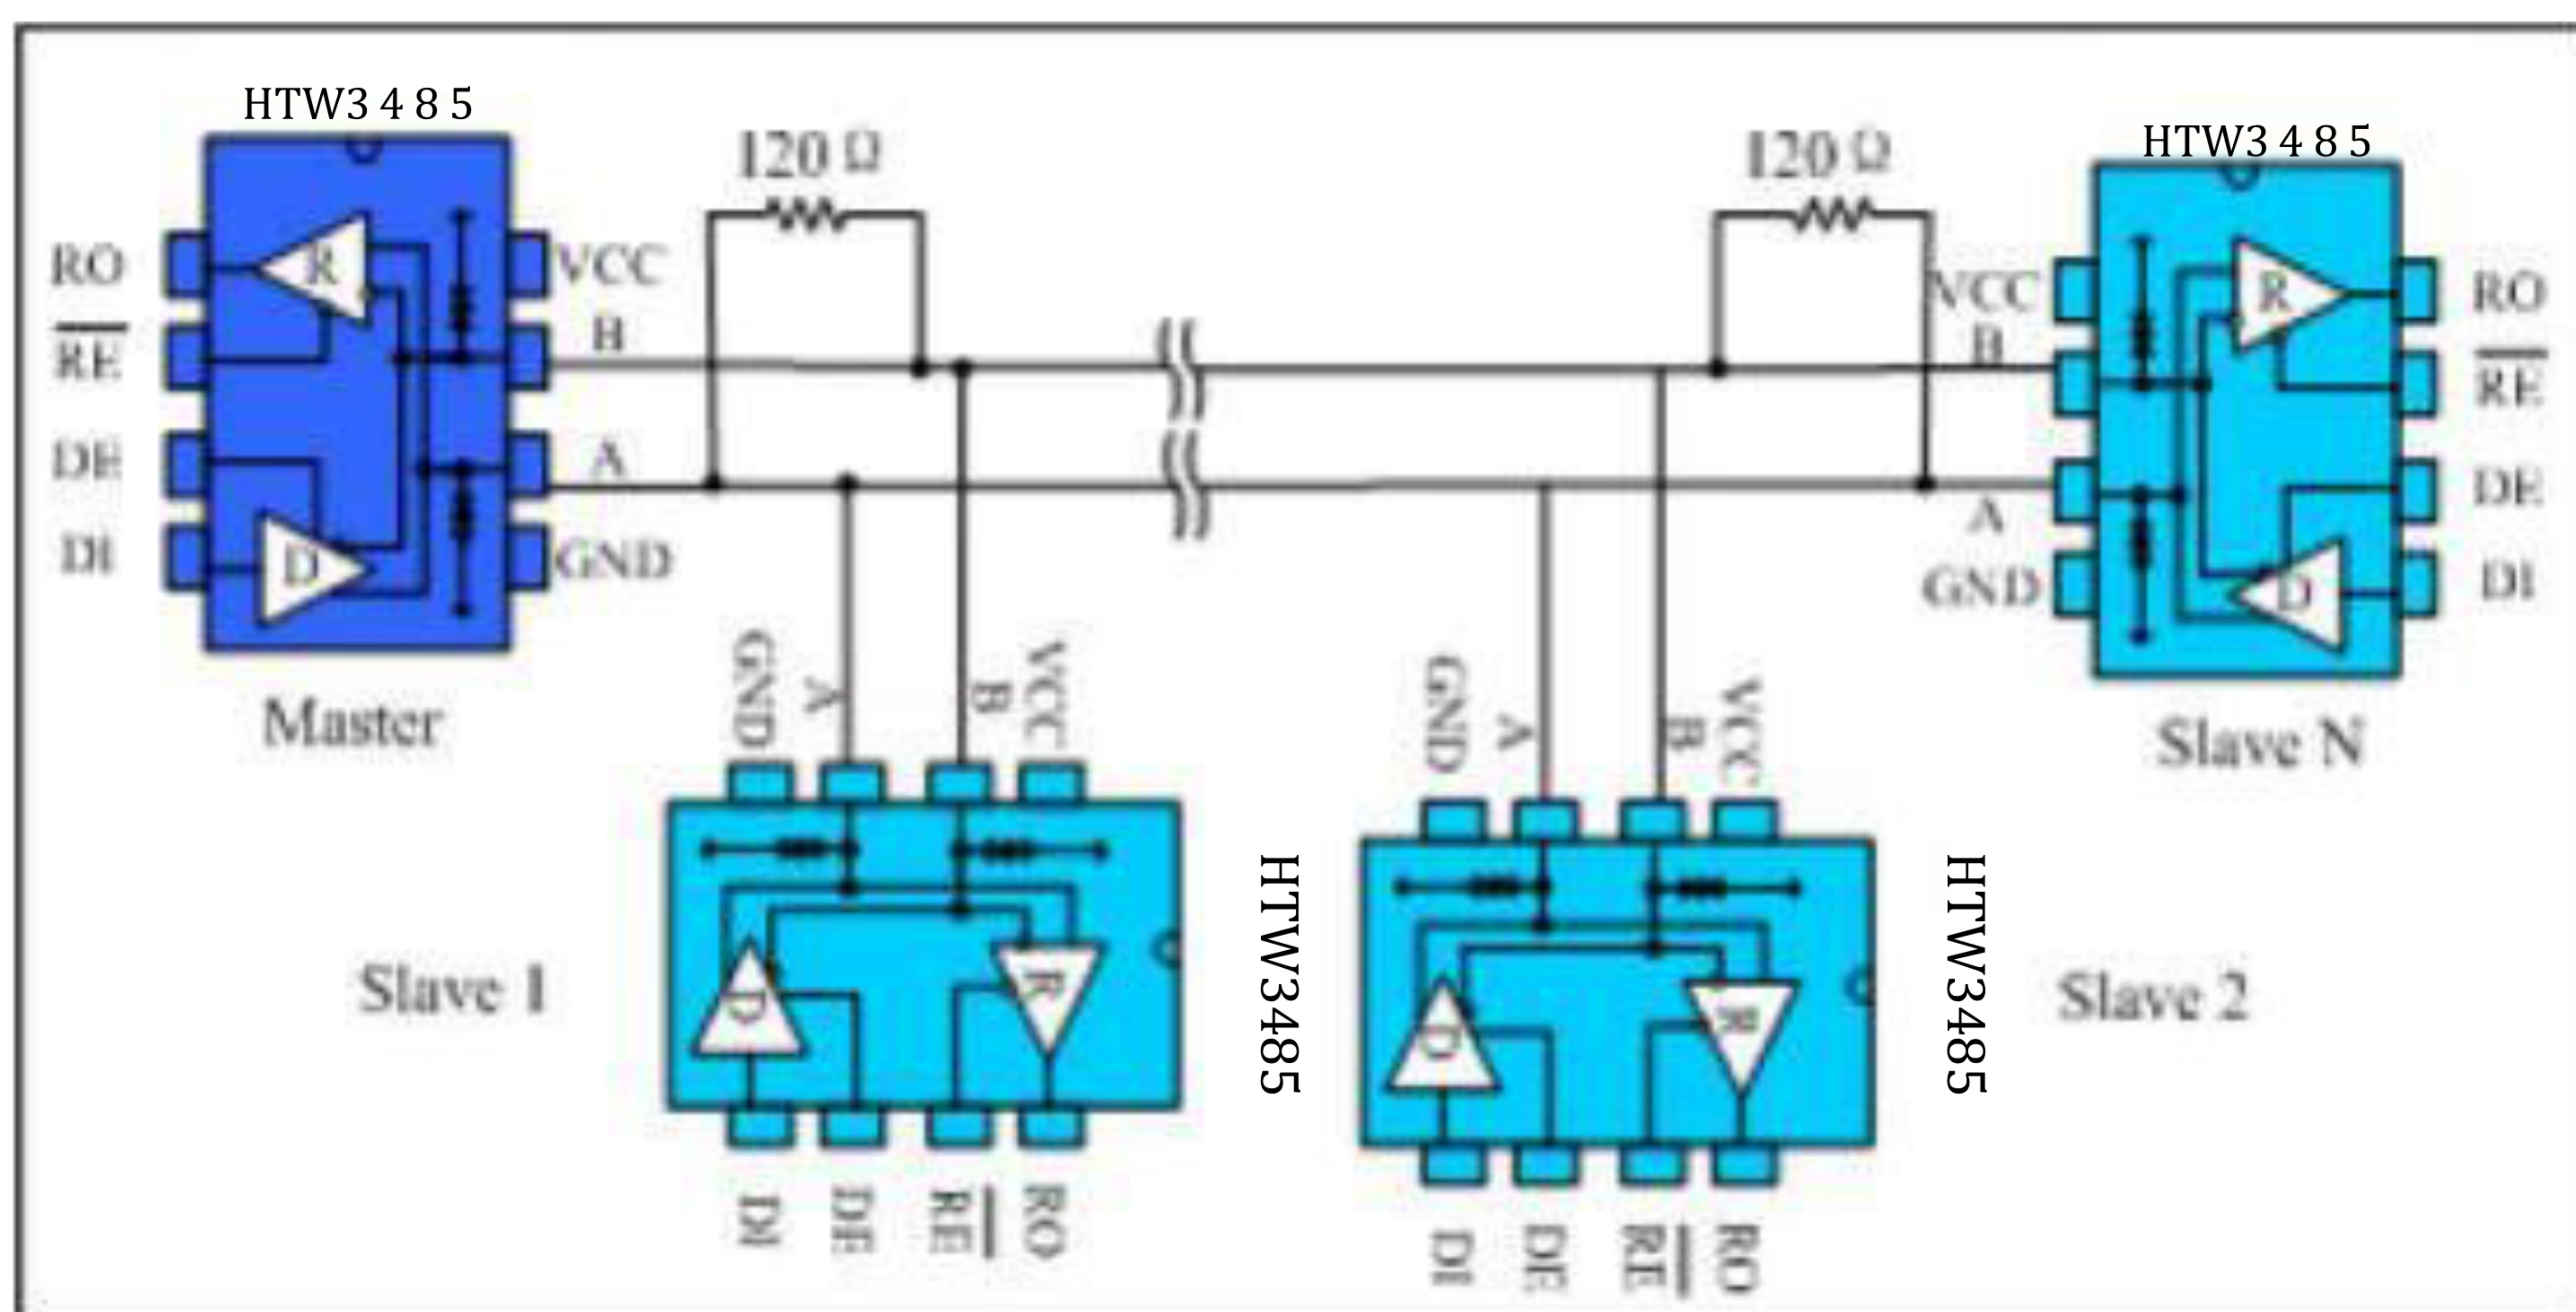

图 9 总线式 RS485 半双工通讯网络
4.1 总线式组网：HTW3485 RS485 收发器设计用于多点总线传输线上的双向数据通信。图 9 显示了典型网络应用电路。这些器件也能用作电缆长于 4000 英尺的线性转发器，为减小反射，应当在传输线两端以其特性阻抗进行终端匹配，主干线以外的分支连线长度应尽可能短。